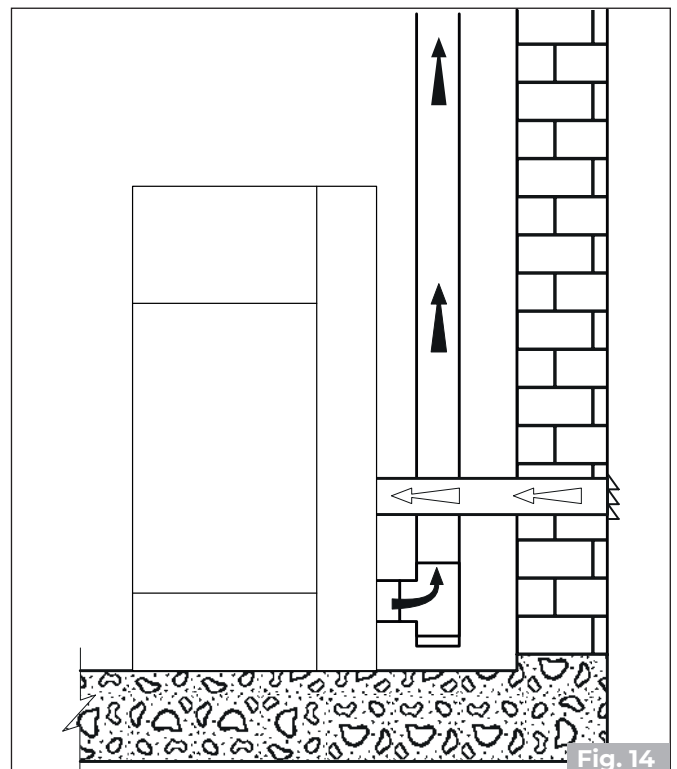

Fig. 14
- conectar la entrada de aire comburente del aparato a la toma de aire con un conducto adecuado (**Fig. 12 - Fig. 14**).